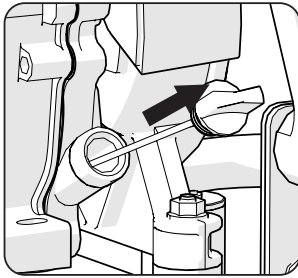

Fig. 18
- Retire el tapón de llenado de aceite. (Fig. 18)